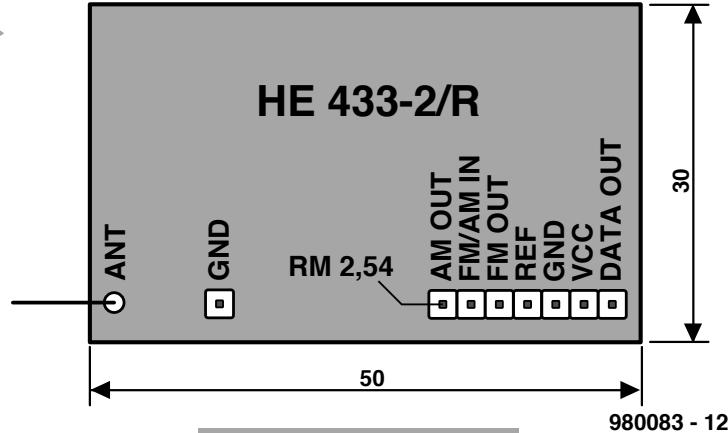

Figure 2. Brochage du récepteur, un module à enficher.
La **figure 2** vous propose le brochage du dit module. Le récepteur est en mesure de démoduler des signaux modulés tant en amplitude (AM) qu'en fréquence (FM). Pour la présente application, c'est la sortie AM qui fait office de sortie de puissance de champ, qui fournit la tension continue logarithmiquement proportionnelle à la puissance du signal évoquée plus haut. La tension de référence, de 2,4 V \pm 100 mV, mise à disposition par la broche 2 du module et que l'on peut charger à 1 mA au maximum présente également un intérêt non négligeable : nous nous en servons, ici, en tant que tension de référence pour un barregraphe à LED.